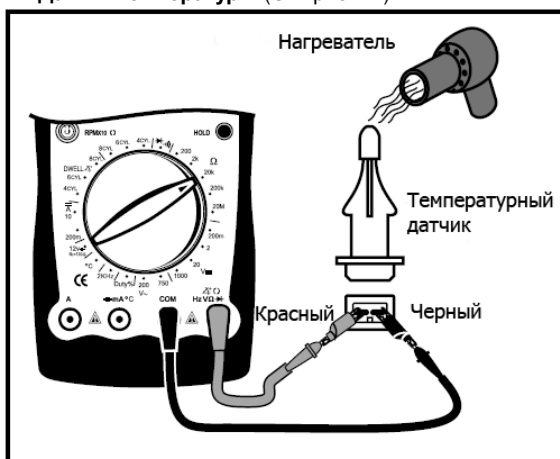

Рис. 22
2. Датчик температуры (См. рис. 22)